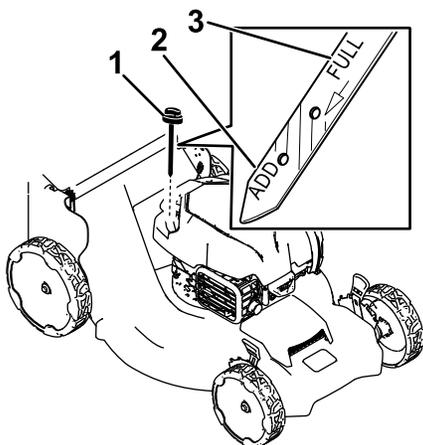

図 22
3. キャップを左に回してディップスティックを抜き取る **図 22**。
4. エアフィルタが下になるように機体を横に傾けて、エンジンオイル補給口からエンジンオイルを抜く **図 22**。